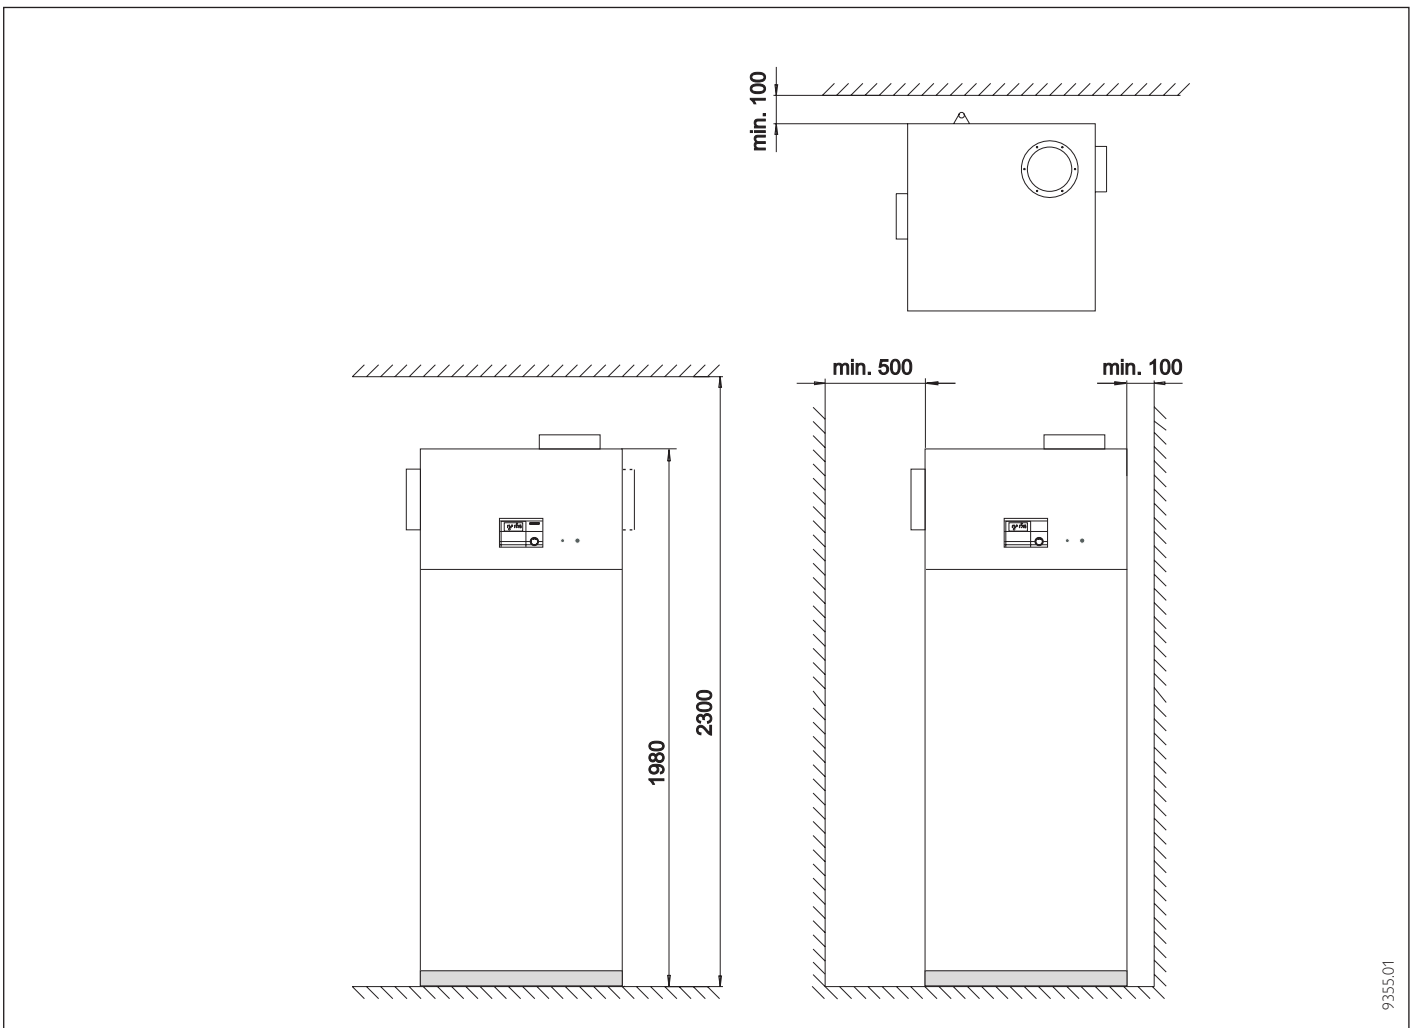

Abb. 9
- Die AWP darf durch Wände und Decken nicht weiter als in Abb. 9 angegeben eingengt werden.